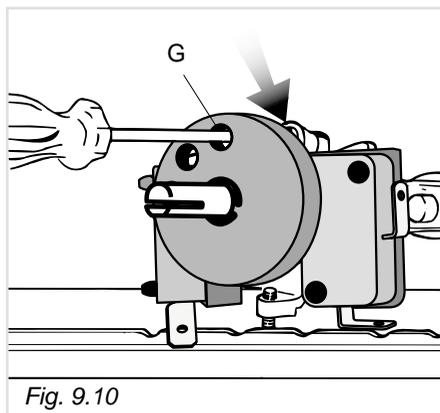

Fig. 9.10
- Sfilare la manopola del termostato e passando attraverso il foro del frontale con un cacciavite a taglio, svitare di circa un giro la vite by-pass "G" (fig. 9.10).
- Avvitare lentamente la vite by-pass "G" (fig. 9.10) fino all'ottenimento di una fiamma lunga 3-4 mm.